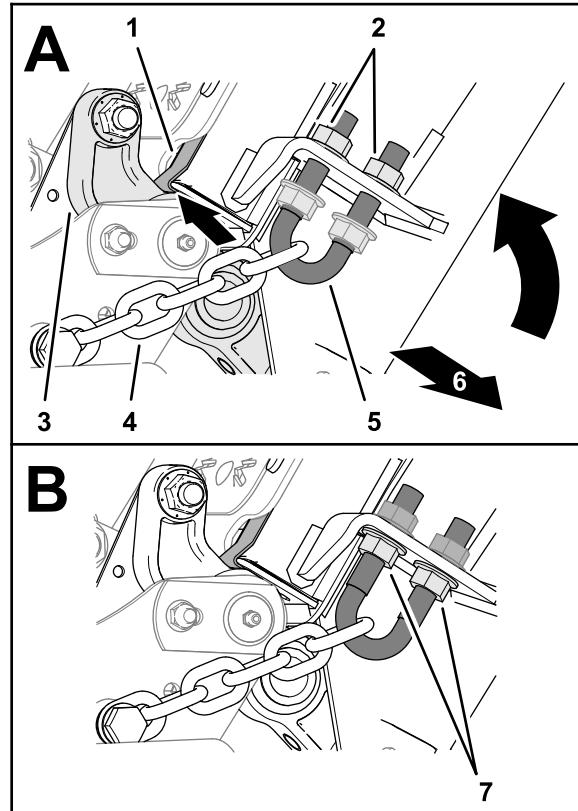

Figura 36
2. Enrosque las tuercas con arandela prensada dentada interiores (Figura 36) y apriételas a 103 – 127 N·m.